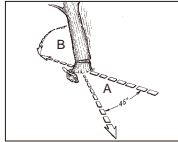

Fig. 11A
AVERTISMENT: Trebuie planificată și pregătită o cale de retragere (A) după necesități înainte de a începe tăierea. Calea de retragere trebuie să se extindă spre spate în diagonală față de linia de prăbușire estimată, conform Fig. 11A.
AVERTISMENT: Pe măsură ce tăietura se apropie de zona de ancorare de copac, copacul ar trebui să înceapă să cadă. Când copacul începe să cadă, îndepărtați ferăstrăul din tăietură, opriți motorul, puneți motoferăstrăul jos și părăsiți zona folosind calea de retragere (Fig. 11A).